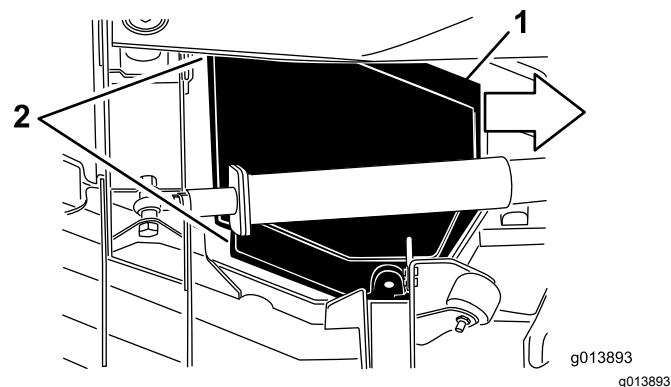

Bild 84
5. Schieben Sie die Abdeckung beim Anheben ungefähr 2,5 cm zur Zugmaschine, um die äußere Abdeckungskante vom Mähwerk auszuhaken (**Bild 84**).